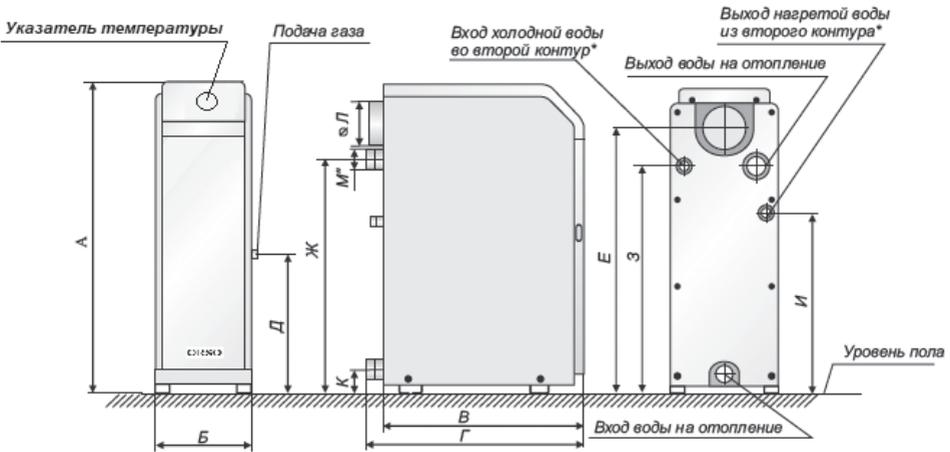
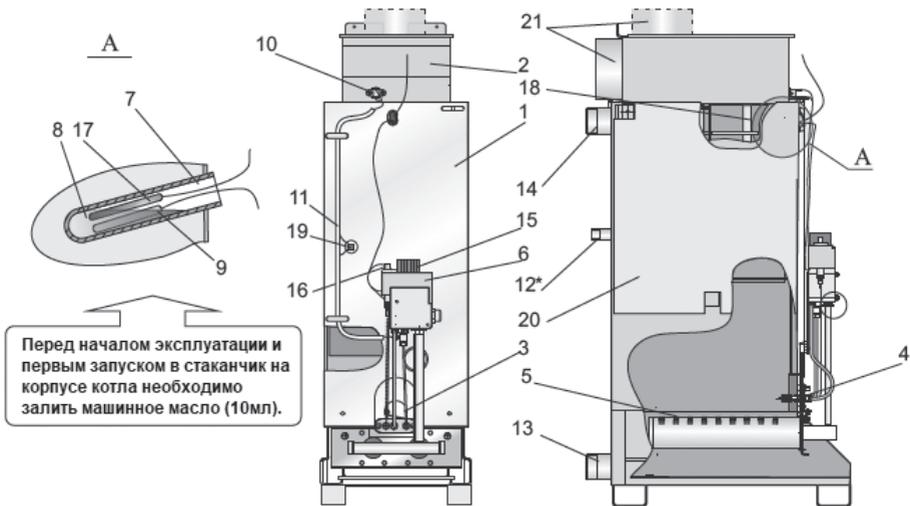
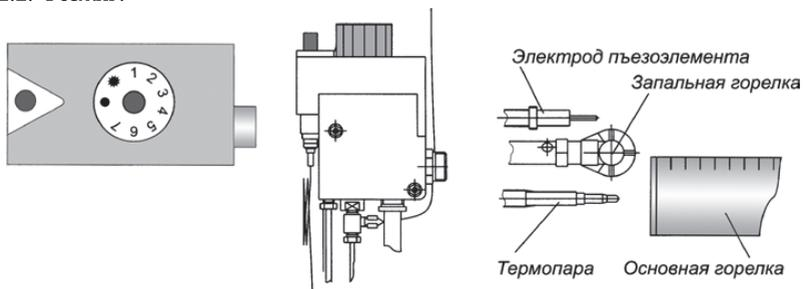

Рис. 1. Общий вид котла «БРИЗСТАЛЬ»
Рис. 2. Схема конструкции котла «БРИЗСТАЛЬ»
Рис. 7.
5.1. Котёл (рис.1) выполнен в виде напольного шкафа прямоугольной формы, лицевая сторона которого закрыта дверкой, обеспечивающей доступ для запуска котла и управления его работой.
Котёл состоит из следующих основных частей: корпуса котла (поз.1 рис.2), который состоит из топки и теплообменника. В теплообменнике котла установлены турбулизаторы (поз. 18) для наиболее полного отбора тепла при сжигании природного газа и передачи его теплоносителю; газохода (поз. 2); горелок: основной (поз.5) и запальной (поз.4); автоматики безопасности с газовым клапаном (поз.6); патрубков подвода (поз.13) и отвода теплоносителя (поз.14). В котлах с встроенным водонагревателем предусмотрены присоединительные патрубки (поз.12). На лицевой части корпуса котла расположено смотровое окно (поз.3) для контроля за розжигом и работой котла. В стаканчик (поз.7) установлен баллон указателя температуры (поз.17) и термобаллон (поз.9) газового клапана, служащий для управления его работой. Термостат (датчик тяги) (поз.10) служит для обеспечения его безопасной работы. Для наиболее полного отбора тепла снаружи корпус котла покрыт теплоизоляцией и декоративным стальным кожухом, покрытым порошковой эмалью. В верхней части кожуха котла установлен указатель температуры для контроля температуры воды в котле, (рис. 1).
- 6.8. При установке котла в систему отопления с открытым расширительным сосудом установка датчика перегрева (п.19, рис.2) не требуется, при условии, что отказ термостата управления не вызывает опасную ситуацию для пользователя или повреждение котла (ГОСТ Р 51733-2001).
Перед началом работы автоматики и запуском котла необходимо проверить наличие машинного масла в стакане корпуса котла(поз.7 рис.2)!!!
Изначальное положение круглой рукоятки управления рис.7 в позиции «выключено» ()
Рис. 7 а.
Поверните рукоятку управления против часовой стрелки в позицию розжига () рис.7а. Нажмите рукоятку управления до упора и не отпуская её, нажмите кнопку пьезорозжига (на запальной горелке должен появиться факел пламени). Не отпускайте рукоятку управления в течение 20-30 с. Отпустите рукоятку управления и проверьте наличие пламени на запальной горелке. Если нет пламени, повторите данную операцию, увеличивая время удерживая нажатой рукоятки управления.
Рис. 7 б.
Для включения основной газовой горелки плавно поверните рукоятку управления против часовой стрелки до положения 1...7 (рис.7 б). Максимальная температура теплоносителя соответствует цифре 7 на рукоятке управления. Температуру контролируйте по указателю температуры (рис.1), регулировку температуры теплоносителя (воды) осуществляет термостат газового клапана через термобаллон поз.9, рис.2, вставленный в стаканчик корпуса котла поз.7, рис.2.